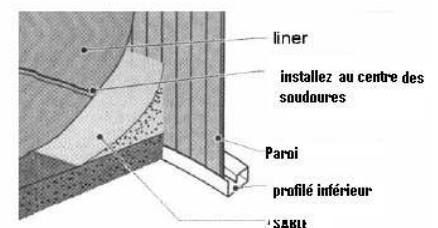

fig. 18
- A l'intérieur de la piscine, faites un remblai recourbé avec du sable tamisé couvrant le sol, les profilés inférieurs et la paroi. L'hauteur ne doit pas dépasser les 20 cms (Fig. 18). Ainsi, vous éviterez que la pression de l'eau endommage et produise un glissement du liner en dessous de la paroi métallique.